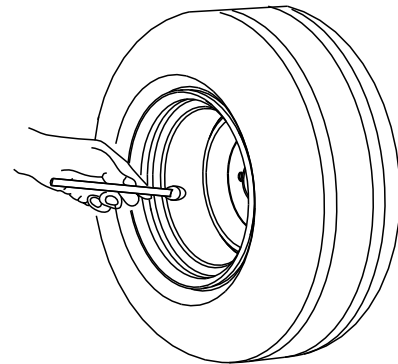

**Figure 59**
- Si la machine se déporte à droite, desserrez les boulons et déplacez la plaque de butée gauche en arrière sur la fente en T gauche, jusqu'à ce qu'elle se déplace en ligne droite (Figure 59).
- Si la machine se déporte à gauche, desserrez les boulons et déplacez la plaque de butée droite en arrière sur la fente en T droite, jusqu'à ce qu'elle se déplace en ligne droite (Figure 59).
- Serrez les boulons de la plaque (Figure 59).